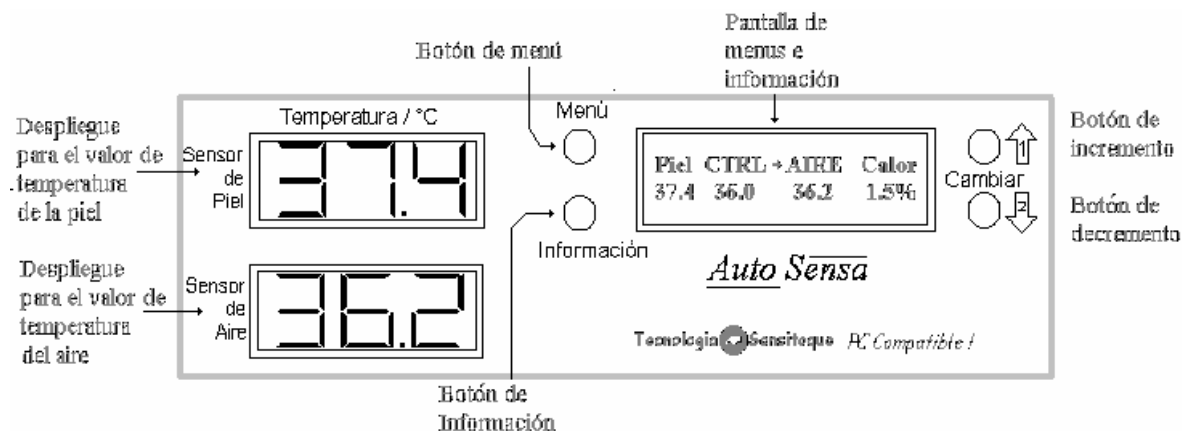

Figura 1. Panel frontal de la incubadora.
En la parte frontal de la incubadora podremos observar una serie de sistemas de despliegue y 4 botones para introducir la información de operación de la incubadora, como el que se muestra en la figura 1.
- 3) Botón de incremento: este botón tiene 2 funciones , una de ellas es cuando en la pantalla de menús e información se está desplegando algo como lo que muestra la figura 1, al tocar este botón el punto de control de la incubadora se incrementa. La segunda función de este botón es al utilizarlo en conjunto con el botón de menú, ya que en algunos menús se requiere elegir entre dos opciones, este botón al tocarlo seleccionara la opción 1.